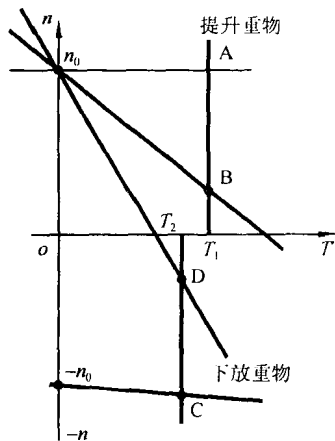

图 5.1 例 5-11 中电动机的机械特性
(1) 提升重物, 要求有低速、高速两档, 且高速时转速  $n_A$  为电动机工作在固有特性上的转速, 低速时转速  $n_B = 0.25n_A$ , 电动机工作于转子回路串电阻的特性上。求电动机两档转速及转子回路应串入的电阻值。
(2) 下放重物要求有低速、高速二档, 且高速时转速  $n_c$  为电动机工作在负(逆)相序电源供电的固有机特性上的转速, 低速时转速  $n_D = -n_B$ , 电动机仍然工作于转子回路串电阻的特性上, 求电动机两档转速及转子回路应串入的电阻值。说明电动机运行在何种状态。
**解** 首先根据题意画出该电动机运行时相应的机械特性, 见图 5.1 所示。点 A、B 是提升重物时的两个工作点, 点 C、D 是下放重物时的两个工作点。